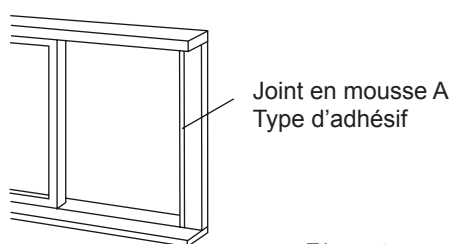

Fig.12
1. Coupez le joint en mousse (type d'adhésif) à la longueur appropriée et attachez-le au cadre de fenêtre, Fig. 12